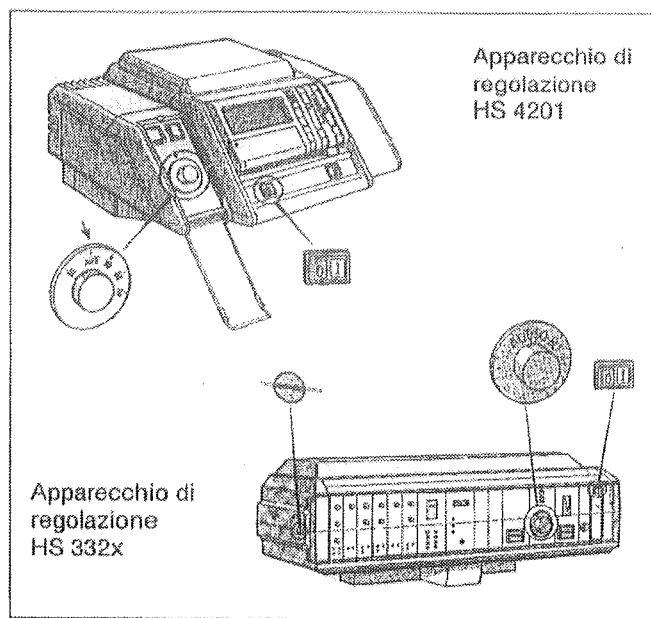
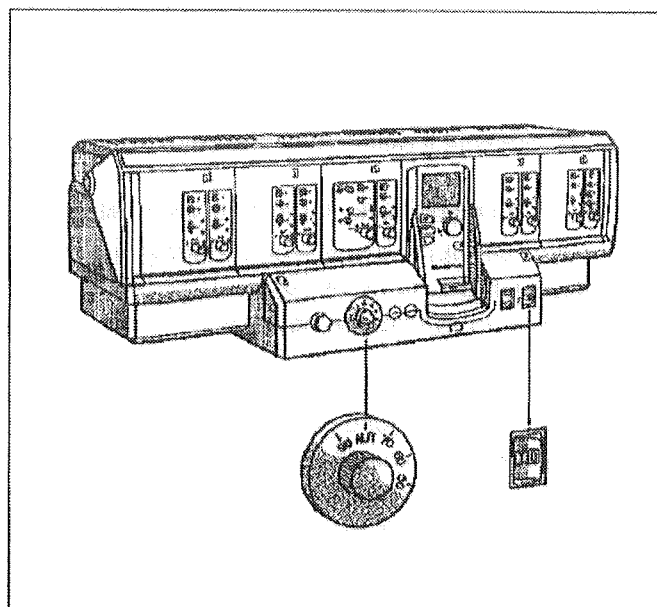

Fig. 2: Apparecchi di regolazione HS 4201 e HS 332x
Fig. 3: Apparecchio di regolazione HS 431x
- Per l'apparecchio di regolazione HS 332x: Portare l'intaglio del coperchio trasparente (Fig. 2) in posizione orizzontale, ad es. con una moneta. Rimuovere il coperchio trasparente dal davanti.
- Portare l'interruttore di esercizio (Fig. 2 o Fig. 3) sulla posizione I (On).
- Per l'apparecchio di regolazione HS 4201: aprire la serranda di copertura sinistra (Fig. 2).
- Impostare il regolatore di temperatura dell'acqua di caldaia (Fig. 2 o Fig. 3) su AUT o 80°C. Per la regolazione a temperatura costante impostare la temperatura desiderata (minimo 50°C).
- Portare l'interruttore di esercizio (Fig. 2 o Fig. 3) sulla posizione 0 (Off).